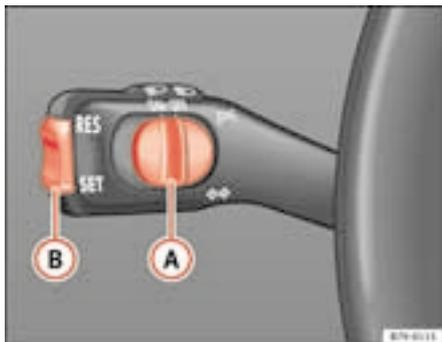
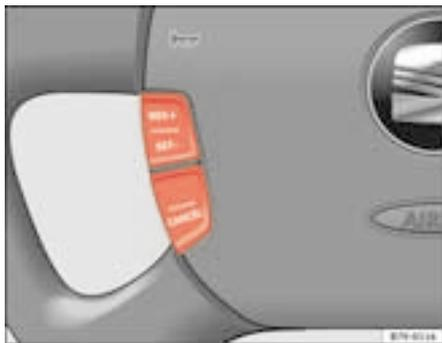

Abb. 133 Blinker- und Fernlichthebel: Schalter **A** und Wippe **B** für GRA
Abb. 134 Multifunktionslenkrad: Bedienelemente für die GRA
- Schieben Sie den Schalter \Rightarrow Abb. 133 **A** nach links auf **ON**. Bei eingeschalteter Geschwindigkeitsregelanlage leuchtet im Kombiinstrument das Symbol  auf.
- Schieben Sie den Schalter \Rightarrow Abb. 133 **A** nach rechts auf **OFF**, oder drücken Sie einmal die Taste \Rightarrow Abb. 134 **CANCEL**.
- Drücken Sie den unteren Teil der Wippe **SET** \Rightarrow Abb. 133 **B** oder die Taste \Rightarrow Abb. 134 **SET** einmal kurz, wenn die zu speichernde Geschwindigkeit erreicht worden ist. Die anliegende Geschwindigkeit wird gespeichert und konstant gehalten.
- Drücken Sie den oberen Teil der Wippe **RES+** \Rightarrow Abb. 133 **B** oder die Taste \Rightarrow Abb. 134 **RES+** so lange, bis die gewünschte Geschwindigkeit erreicht ist..
- Drücken Sie den unteren Teil der Wippe **SET-** \Rightarrow Abb. 133 **B** oder die Taste \Rightarrow Abb. 134 **SET-** so lange, bis die gewünschte Geschwindigkeit erreicht ist. Die Geschwindigkeit wird durch Gaswegnahme verringert, es wird nicht aktiv gebremst.
- Schieben Sie den Schalter ⇒ Seite 181, Abb. 133 **A** auf „OFF“ oder
Zur Wiederaufnahme der Regelung, lassen Sie das Brems- oder Kupplungspedal los, schieben Sie den Schalter **A** auf ON oder drücken Sie den oberen Teil der Wippe ⇒ Seite 181, Abb. 133 **RES+** oder die Taste ⇒ Seite 181, Abb. 134 einmal.